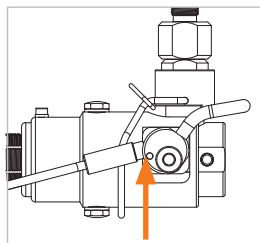

Figure 7
- ▶ Relever le dispositif de verrouillage (pos. 8) vers le haut (Figure 7).